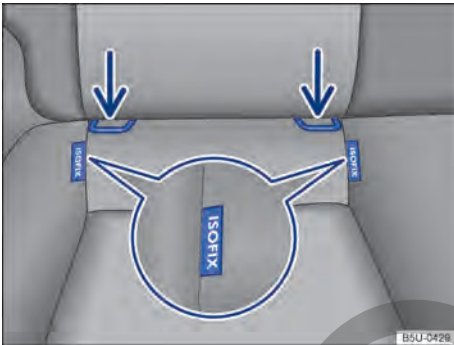

Fig. 36 En el asiento del vehículo: identificación de los puntos de anclaje inferiores de asientos para niños.
Los 2 ojales de retención para cada asiento para niños con el sistema ISOFIX pueden alcanzarse a través de las hendiduras del revestimiento de la banqueta trasera → fig. 36.
- Alejar lateralmente el cinturón de seguridad y colocar el asiento para niños en los ojales de retención → fig. 36 indicados por las flechas. El asiento para niños debe engancharse de forma segura y audible (clic).
- Colocar el asiento para niños sobre la superficie del asiento y enganchar los cinturones de seguridad en los ojales de retención → fig. 36, si los cinturones de fijación se proveen junto con el asiento para niños.